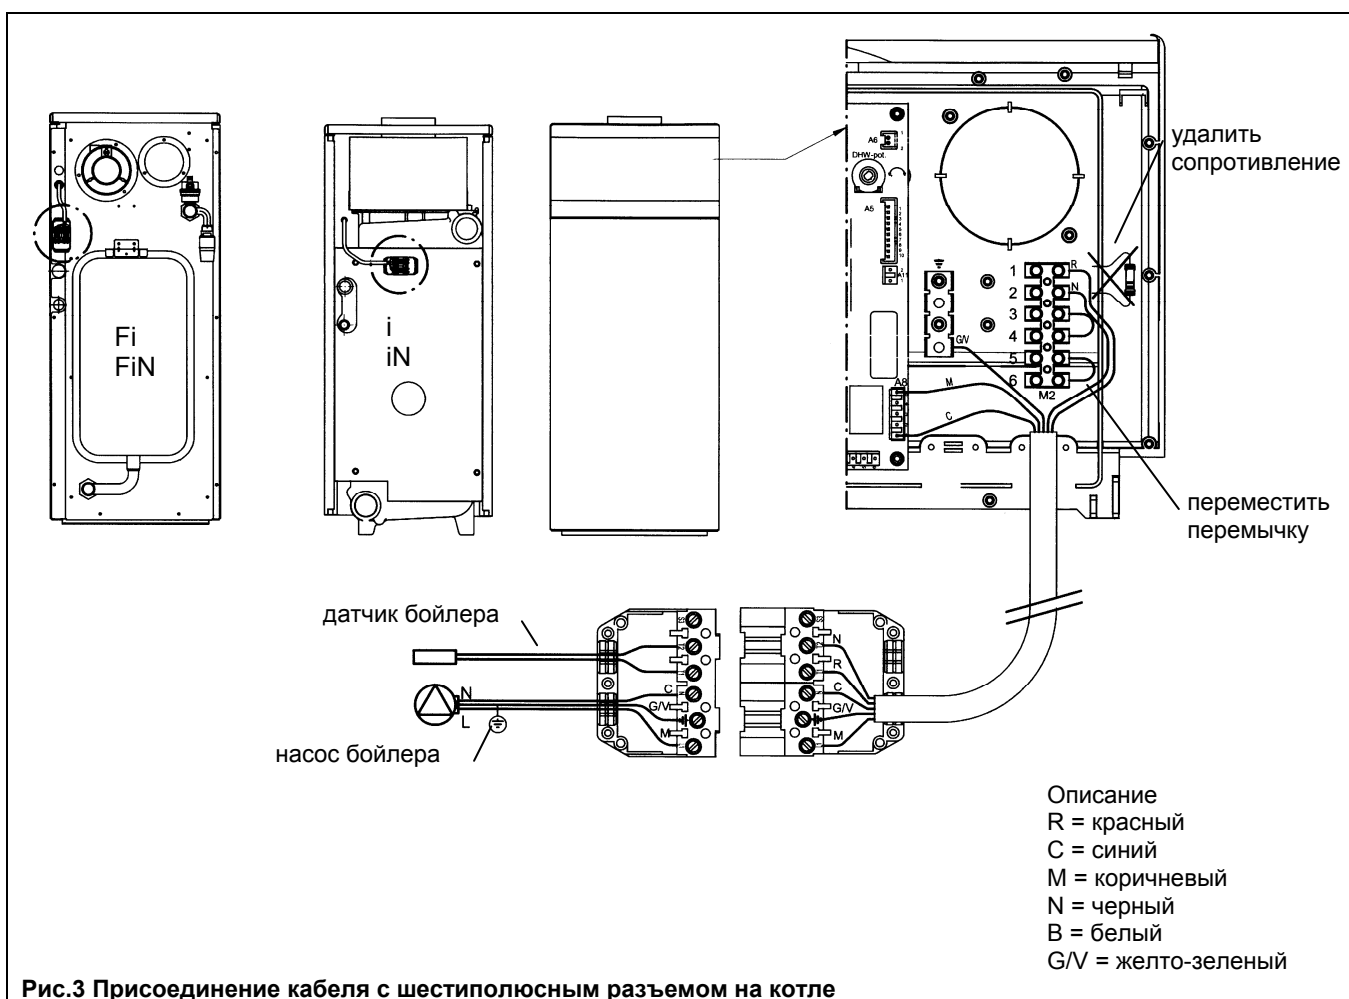

Рис.3 Присоединение кабеля с шестиполосным разъемом на котле
- Предварительно удалив электрическое сопротивление, присоедините пятиполюсный кабель, поставляемый с бойлером, к разъему A8 электронной платы и к клеммам 1 и 2 клеммной колодки M2 (кабель черный - красный); по завершении данной операции присоедините заземление (см рис. 3);
- Протяните кабель по соответствующему кабеледержателю и зафиксируйте шестиполосный разъем в задней части котла при помощи крепежных винтов, поставляемых в комплекте; предварительно удалите защитные крышки с разъема (рис. 3).